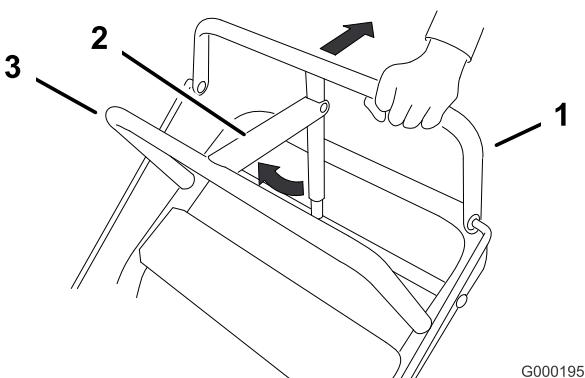

Figura 15
1. Tire hacia atrás de la barra de control superior (Figura 15) y sujetela en esa posición.
2. Levante la palanca del freno de estacionamiento (Figura 15) y suelte poco a poco la barra de control superior. La palanca de freno debe permanecer en posición puesto (bloqueado).
2. Suelte gradualmente la barra de control superior (Figura 15).